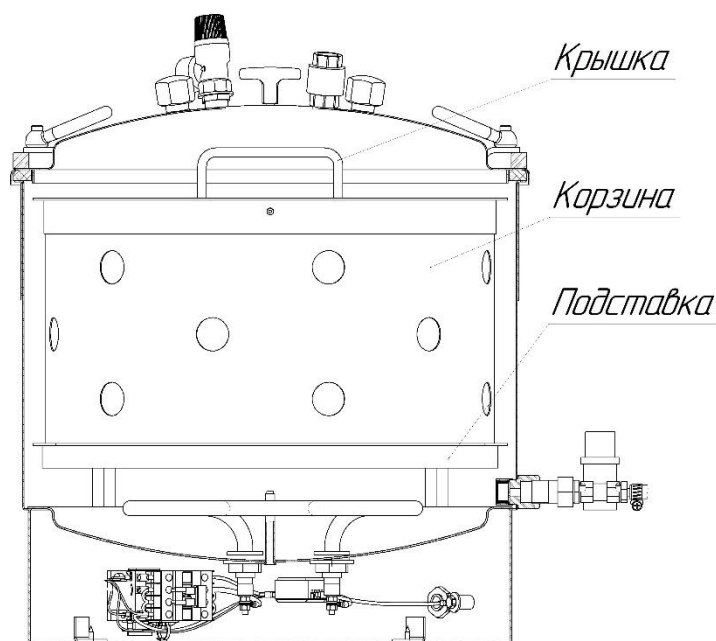

Рис. 4. Автоклав в сборе с корзиной
1.1.3.1 Схема установки корзины (приобретаются по отдельному заказу) в автоклаве показана на рис.4.